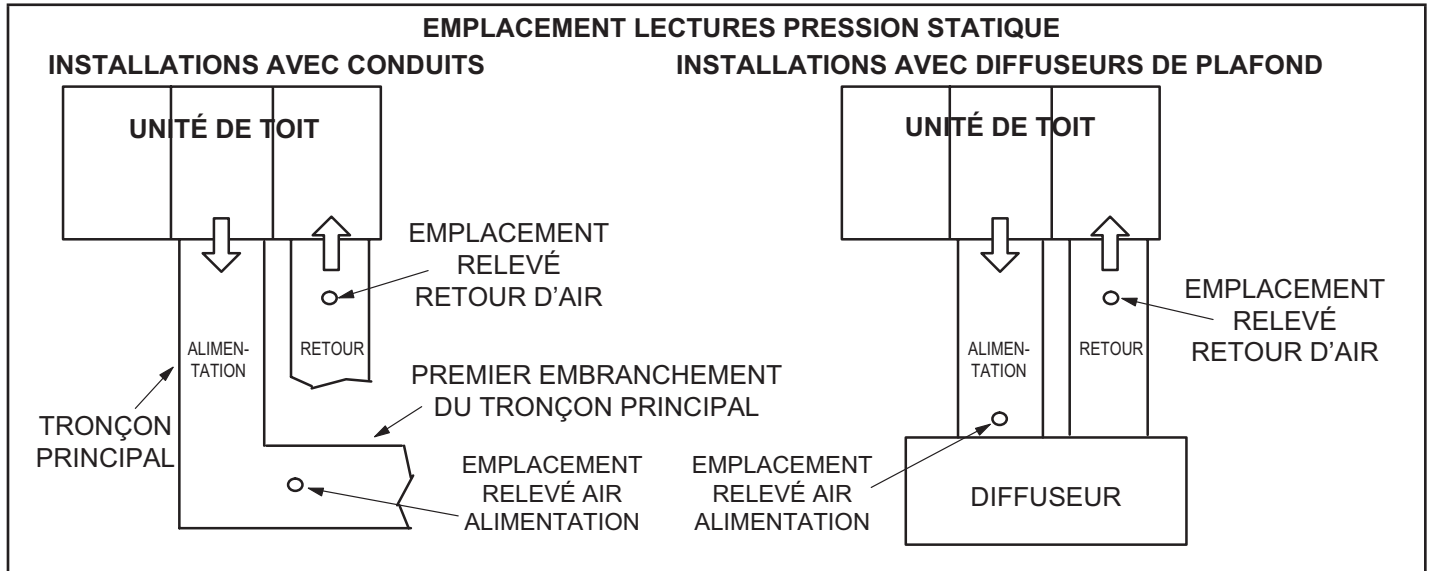

FIGURE 17
- 2 - Avec tous les panneaux d'accès en place, mesurer la pression statique à l'extérieur de l'unité (depuis l'alimentation jusqu'au retour). Les données de rendement du ventilateur sont basées sur les mesures de pression statique réalisées aux endroits indiqués à la FIGURE 17.